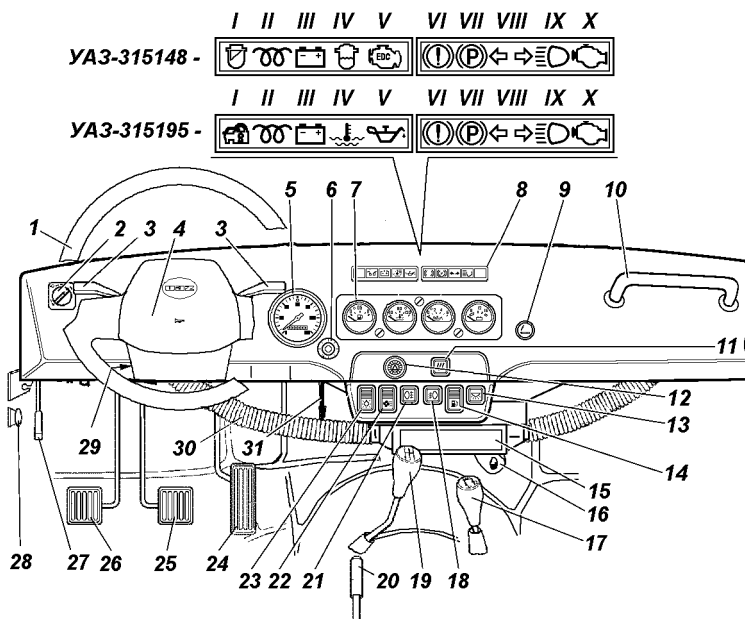

Рис. 3.1. Органы управления и оборудование места водителя (наименование позиций см. в тексте)
Расположение органов управления и оборудование места водителя показано на рис. 3.1:
**8 -блок контрольных ламп** (рис. 3.1). Контрольные лампы зеленого и синего цвета информируют водителя о нормальном функционировании включаемой системы. Лампы оранжевого цвета предупреждают водителя о необходимости принятия мер для обеспечения дальнейшей нормальной работы автомобиля. Лампы красного цвета предупреждают водителя о необходимости немедленного принятия мер, предотвращающих аварийную работу агрегатов, обеспечивающих безопасность автомобиля;